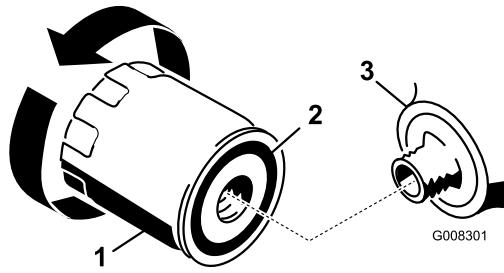

Figura 27
2. Retire el filtro usado y límpie con un paño la superficie de la junta del adaptador del filtro (Figura 27).
3. Aplique una capa fina de aceite del motor nuevo a la junta de goma sobre el filtro nuevo (Figura 27).
5. Apriete el filtro 1/2 a 3/4 de vuelta más (Figura 27).